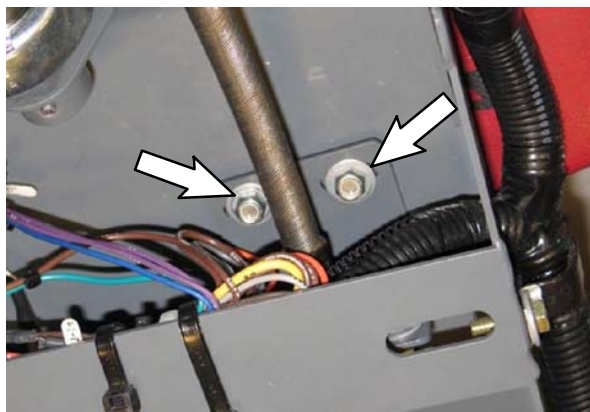

FIG. 32
4. Vuelva a instalar el soporte / rodamiento con brida en el canal de dirección. Monte los tornillos sin apretarlos. **NO APRIETE LOS TORNILLOS POR COMPLETO.** Los tornillos se aprietan en un ajuste posterior. (Fig. 32)